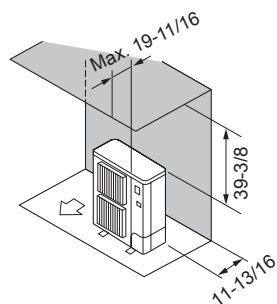

Fig. 2-7
- ② Obstacles à l'arrière et au-dessus (Fig. 2-7)